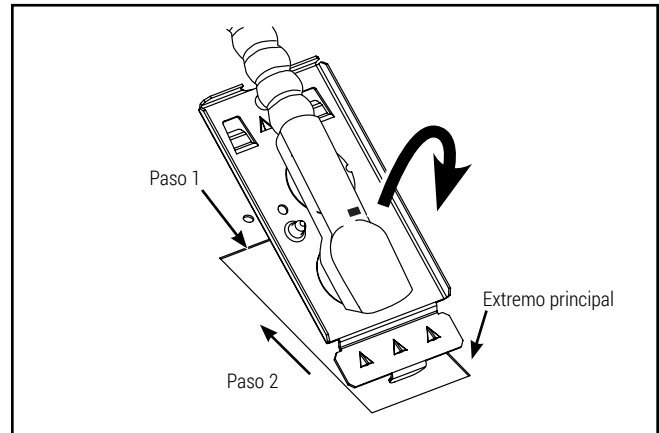
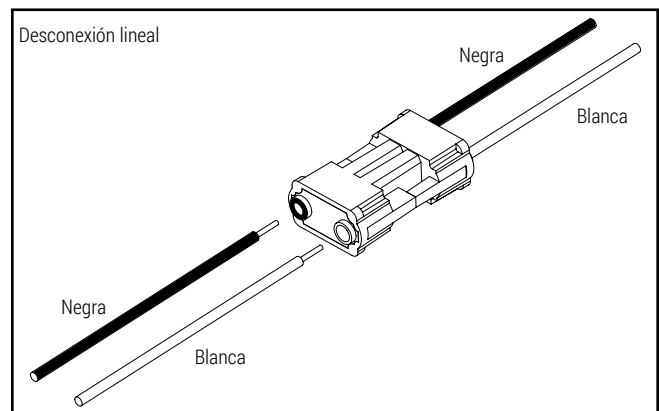

Figura 3.
Figura 4.
4. Retire la placa de acceso eléctrico y remueva los huecos necesarios de la placa de acceso para fijar el cable de alimentación eléctrica (Figura 3). Realice las conexiones de cableado necesarias a la entrada de línea de CA del controlador. Se proporciona una desconexión lineal para acelerar a instalación (Figura 4).
Paso 1: Para insertar la placa de acceso, gire hasta que el extremo delantero esté dentro del cableado (Figura 3).